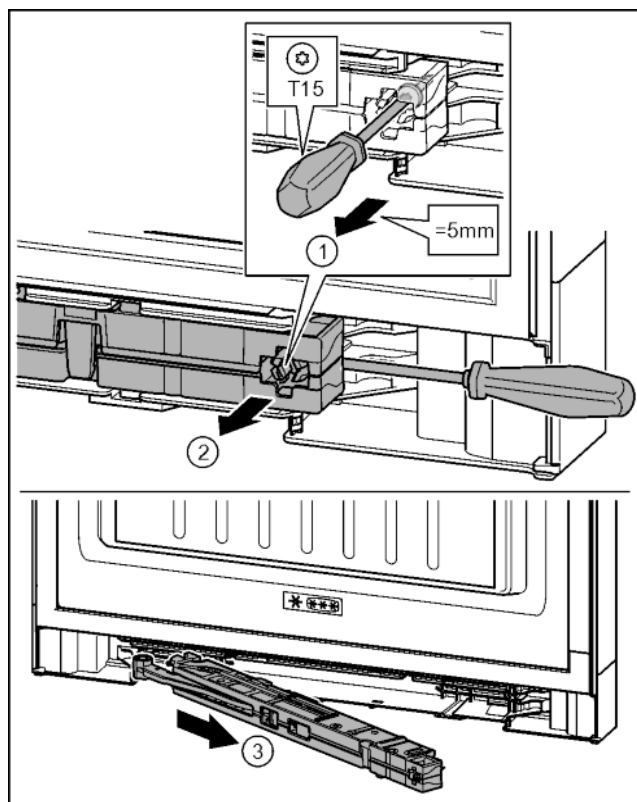

Fig. 18
- Ослабить винт на узле амортизатора с помощью отвертки T15 примерно на 5 мм. Fig. 18 (1)
- Переместить отвертку со стороны ручки за узел амортизатора. Повернуть узел вперед. Fig. 18 (2)
- Вытащить узел амортизатора. Fig. 18 (3)